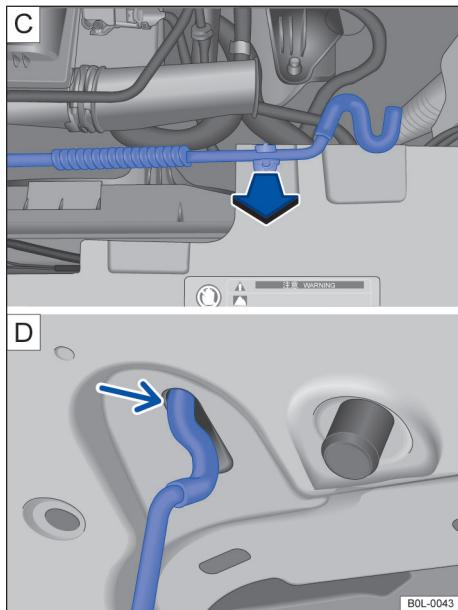

图 136 [C] 发动机舱内：支架中的发动机舱盖支撑杆；[D] 发动机舱盖上：发动机舱盖支撑杆的支座
- 将发动机舱盖支撑杆沿箭头方向从支座中取出 → 图 136 [C]，然后插入发动机舱盖上的开口内 → 图 136 [D]（箭头）。
- 略微上抬发动机舱盖 → ③。
- 摘下发动机舱盖支撑杆，然后卡入前围支架中的支座内 → 图 136 [C]。